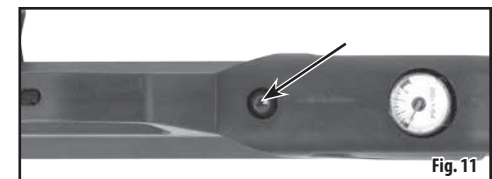

Fig. 11
3. Quite el tornillo de la culata (Fig. 11) (con una llave Allen de 3/16") para separar la culata de la acción.
5. **Tiro del gatillo** Con una llave Allen de 1/8" gire el tornillo de ajuste (A) a la derecha para aumentar el peso de tiro del gatillo y hacia la izquierda para reducirlo. Este ajuste no afectará el enganche de la barra del trinquete.
6. **Posición del gatillo** Con una llave Allen de .050" se puede ajustar la posición del gatillo en reposo. Gire el tornillo (D) hacia la derecha para mover el gatillo hacia atrás y a la izquierda para moverlo hacia adelante. Este ajuste podría afectar el enganche de la barra del trinquete y por tanto podría permitir que el rifle se dispere si se deja caer o se sacude.
7. **Etapas del gatillo** Se pueden hacer cambios a la posición y longitud de la primera y segunda etapas del movimiento del gatillo utilizando una llave Allen de .050" para el ajuste de los tornillos (B) y (C). Estos ajustes podrían afectar el enganche de la barra del trinquete y por tanto podrían permitir que el rifle se dispere si se deja caer o se sacude.
- El tornillo (B) cambia la primera etapa. Girar el tornillo (B) a la derecha aumentará la longitud de la primera etapa y disminuirá el enganche de la barra del trinquete.
- El tornillo (C) cambia la segunda etapa. Girar el tornillo (C) hacia la derecha hará que la segunda etapa ocurra antes, mientras que girarlo hacia la izquierda hará que la segunda etapa se produzca más tarde.
8. El ajuste de los tornillos (B) y (C) debe hacerse en armonía uno con otro, dado que trabajan juntos para crear el perfil del gatillo.
2. El rifle de aire puede ajustarse para diversas velocidades mediante el ajuste del tornillo de medición de la válvula. Esto exigirá que se quite la culata. Quite los tornillos de la culata (Fig. 11) (con una llave Allen de 3/16") para separar la culata de la acción. Recuerde que la acción está presurizada. Manténgala apuntada en una dirección segura.